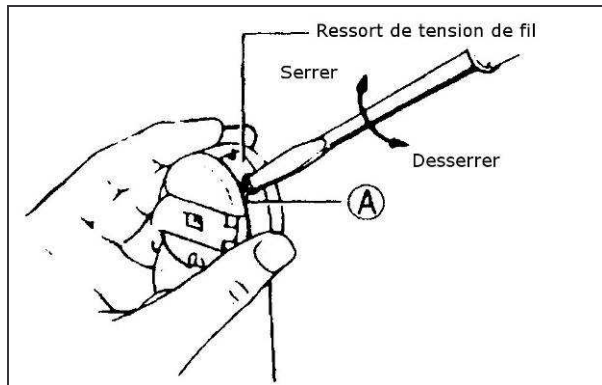

Figure 8
3) La tension du fil inférieur (fig. 8)